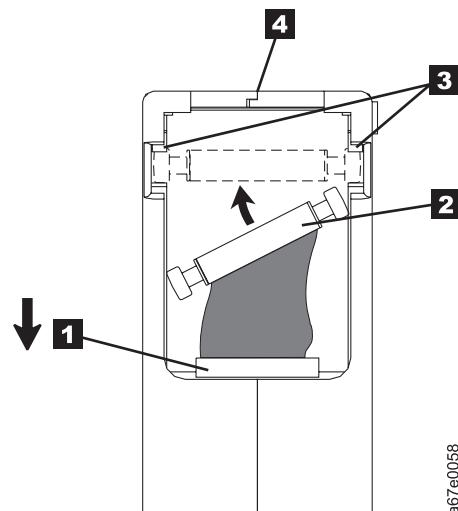

Abbildung 206. Verschobenen Bandmitnehmerstift wieder in die korrekte Position bringen.
- Lassen Sie die Kassette nicht fallen. Fällt die Kassette herunter, schieben Sie die Kassettenklappe zurück und überprüfen Sie, ob der Bandmitnehmerstift korrekt in den Federbügeln sitzt (siehe Abb. 205 auf Seite 223). Überprüfen Sie die Rückseite der Kassette (den Teil, der zuerst in den Kassettenladeschacht eingelegt wird). Die Naht des Kassettengehäuses darf keine Lücken aufweisen (siehe 4 in Abb. 206 auf Seite 224). Ist der Bandmitnehmerstift nicht an der korrekten Position oder weist die Naht des Kassettengehäuses Lücken auf, machen Sie mit „Bandmitnehmerstift neu positionieren oder wieder anbringen“ auf Seite 223 weiter.
1. Öffnen Sie die Kassettenklappe (**1** in Abb. 206) und suchen Sie den Bandmitnehmerstift **2**. (Sie müssen die Kassette möglicherweise vorsichtig schütteln, damit der Stift gegen die Klappe rollt.)